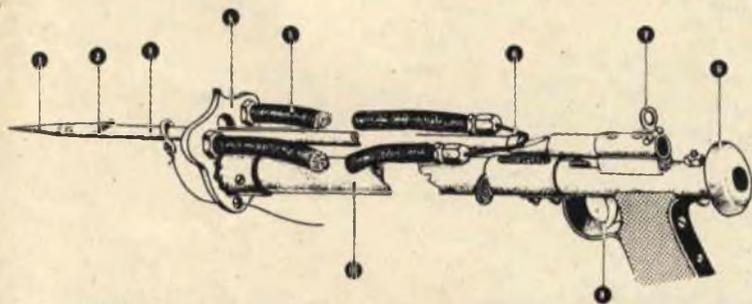

Fig. 5 - Particolari del fucile subacqueo:
Fig. 5 - Il laringofono e la cuffia, che accompagnano il pescatore subacqueo, sono collegati tra loro e al cavo che fa capo allo spina, nel modo indicato in figura. Un conduttore della cuffia e uno del laringofono sono uniti tra di loro e al filo di massa (2).